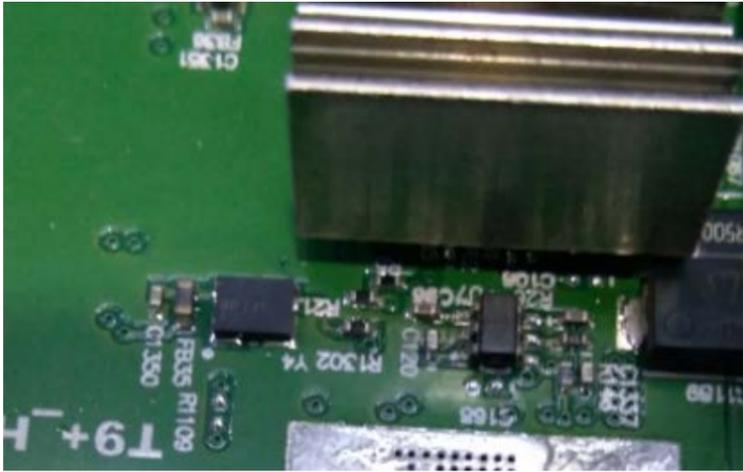
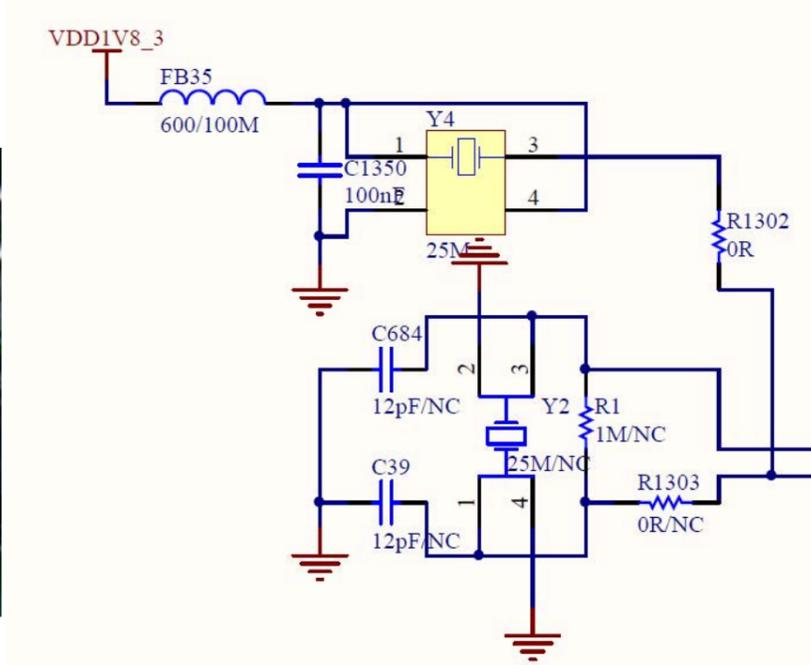

图 20、25M CLK 电路
图 21、25M CLK 原理
7、25M CLK 由 Y 25MHZ 无源晶振及 100nF 组成：如图 20、图 21 所示。